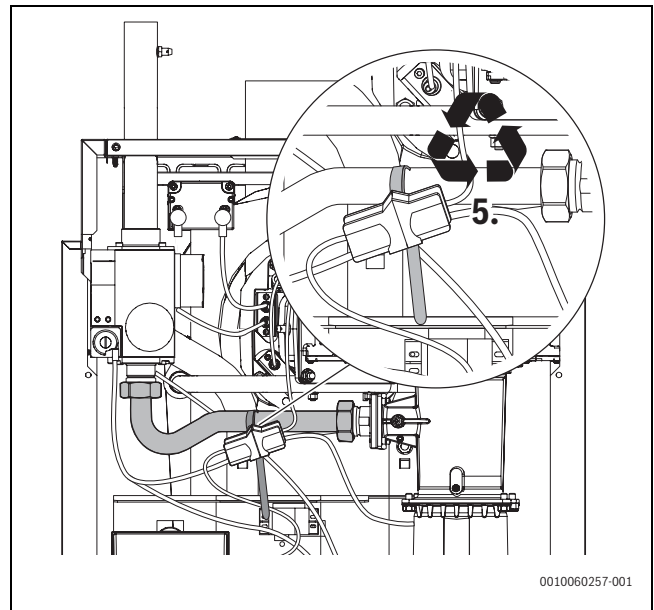

Bild 10 Kabelbinder und Sicherheitssteckverbinder befestigen
- ▶ Kabelbinder und Sicherheitssteckverbinder befestigen (→Bild 10, [5]).